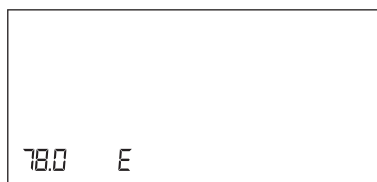

Fig. 2
2. Successivamente, nel campo SPEED verrà visualizzato il diametro del cerchio e nel campo TIME comparirà la lettera «E» oppure «A» per 1 secondo (Fig. 2).